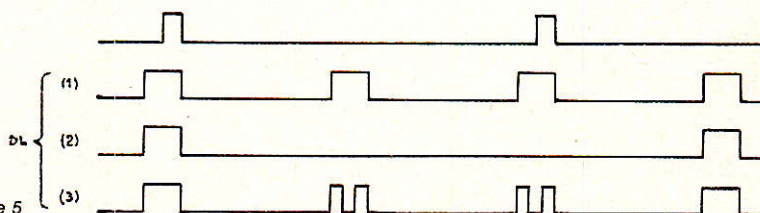

Figure 5
On peut obtenir des balayages avec des nombres de lignes différents de ceux des standards, en agissant sur la logique d'addition/suppression par l'intermédiaire de la broche DL. On trouve normalement, sur celle-ci, des impulsions à la fréquence 2 FH (figure 5). Chaque suppression de deux de ces impulsions par trame, ajoute une ligne à cette dernière (DL (2) dans la figure 5) ; à l'inverse, chaque addition de deux impulsions, supprime une ligne.
Figure 5 : Le couplage entre pistes adjacentes. Il est en première approximation proportionnel à $C_{12}/(C_1 + C_2)$. On peut le réduire, voire l'éliminer totalement, en faisant circuler une piste de masse entre les deux pistes « chaudes ».